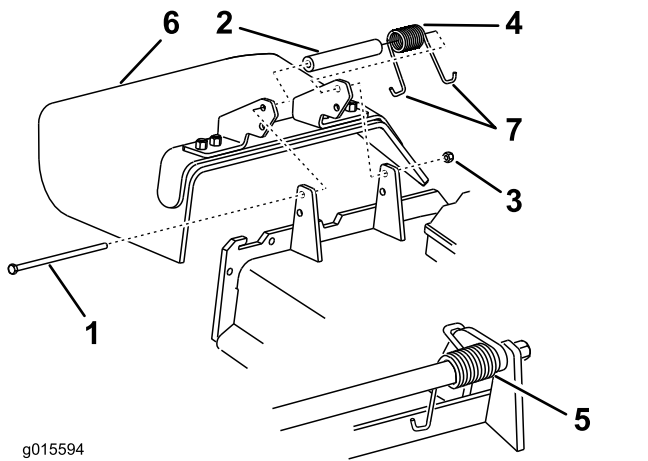

Figura 104
1. Retire la contratuerca, el perno, el muelle y el espaciador que sujetan el deflector a los soportes de pivote (Figura 104).
2. Retire el deflector de hierba dañado o desgastado (Figura 104).
**Nota:** Asegúrese de colocar un extremo en J del muelle detrás del reborde de la carcasa antes de instalar el perno, según se muestra en Figura 104.
6. Coloque un extremo en J del muelle alrededor del deflector de hierba (Figura 104).